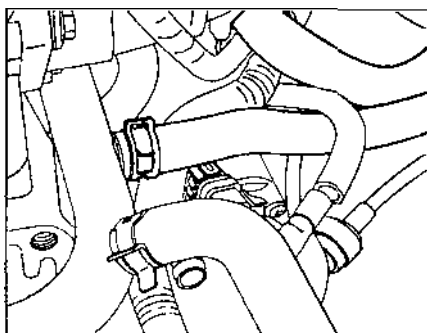

Рис. 9.23.
- Аналогично снять шланг с трубки под впускным коллектором (рис. 9.23).